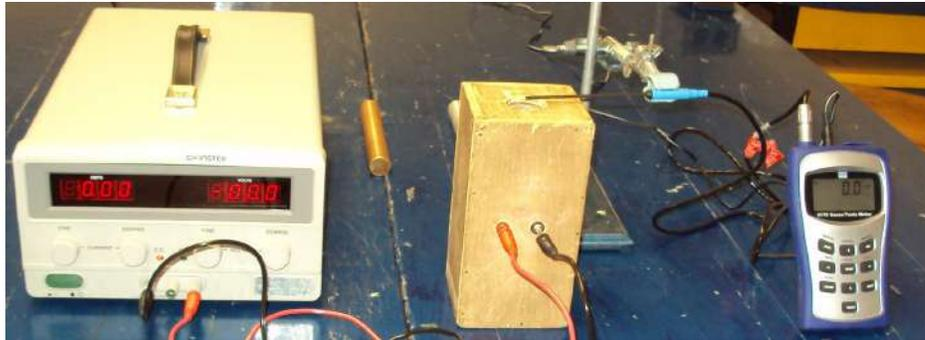

Figura 5.5 Medición del campo magnético de un solenoide
- h) Arme el dispositivo que se muestra en la figura 5.5. Asegúrese que la punta de la sonda del teslametro quede en el centro de la bobina bien fija y aproximadamente a 1mm por arriba del entrehierro.